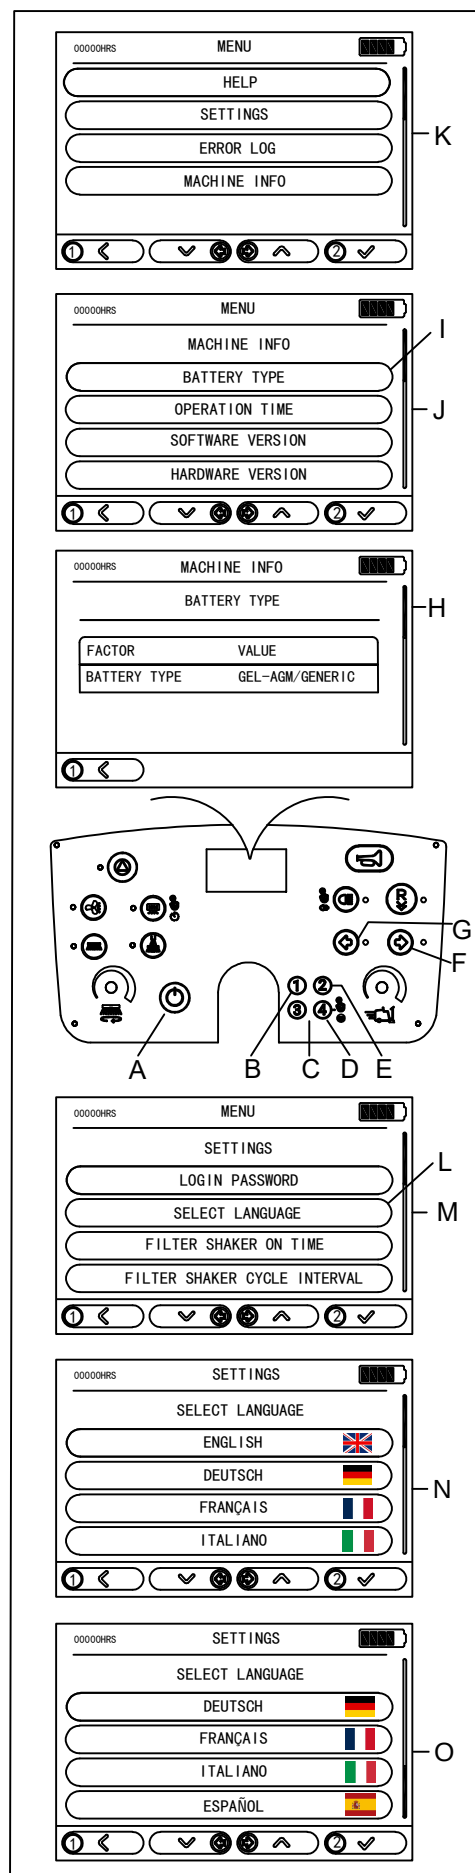
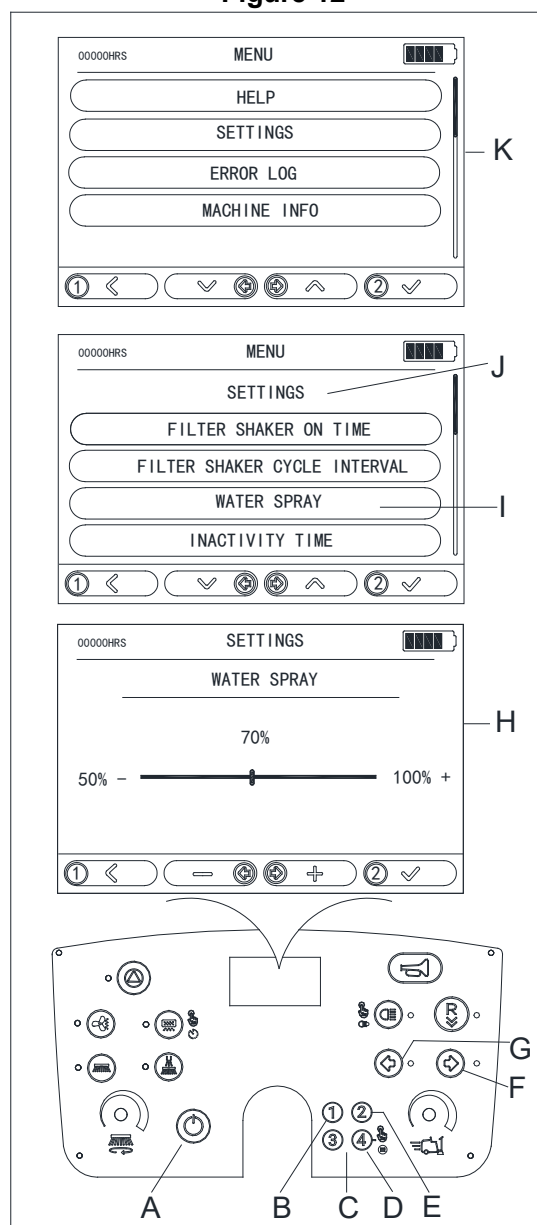

Figure6
Figure 13
1. Appuyer sur le bouton d'alimentation (A, figure 6).
2. Utiliser le clavier à 4 chiffres (C, figure 6) pour saisir le mot de passe. Le mot de passe par défaut est 1234.
3. Une fois la connexion réussie, appuyer et maintenir enfoncé le bouton ④ (D, figure 6) pendant 2 secondes pour accéder à l'interface du MENU (K, figure 6).
4. Dans l'interface du MENU, appuyer sur le bouton (B, figure 6) ① pour revenir au menu précédent, appuyer sur le bouton gauche de l'indicateur (G, figure 6) pour faire défiler vers le bas, appuyer sur le bouton droit de l'indicateur (F, figure 6) pour faire défiler vers le haut, sélectionner « INFO MACHINE », puis appuyer sur le bouton (E, figure 6) ② pour confirmer la sélection et entrer dans l'interface des INFO MACHINE (J, figure 6).
5. Dans l'interface des INFO MACHINE (J, figure 6), sélectionner TYPE DE BATTERIE (I, figure 6) pour accéder à l'interface TYPE DE BATTERIE (H, figure 6).
4. Dans l'interface du MENU, appuyer sur le bouton (B, figure 6) ① pour revenir au menu précédent, appuyer sur le bouton gauche de l'indicateur (G, figure 6) pour faire défiler vers le bas, appuyer sur le bouton droit de l'indicateur (F, figure 6) pour faire défiler vers le haut, sélectionner « PARAMÈTRES », puis appuyer sur le bouton (E, figure 6) ② pour confirmer la sélection et entrer dans l'interface des PARAMÈTRES (M, figure 6).
5. Dans l'interface PARAMÈTRES (M, figure 6), sélectionner SÉLECTIONNER LA LANGUE (L, figure 6) pour accéder à l'interface SÉLECTIONNER LA LANGUE (N, O, figure 6). Elle comprend : ANGLAIS, ALLEMAND, FRANÇAIS, ITALIEN et ESPAGNOL.
6. Appuyer sur le bouton indicateur gauche (G, figure 6) pour faire défiler vers le bas, puis sur le bouton indicateur droit (F, figure 6) pour faire défiler vers le haut, choisir la langue, puis appuyer sur le bouton ② (E, figure 6) pour appliquer le changement.
1. Appuyer sur le bouton d'alimentation (A, figure 13).
2. Utiliser le clavier à 4 chiffres (C, figure 13) pour saisir le mot de passe. Le mot de passe par défaut est 1234.
3. Une fois la connexion réussie, appuyer et maintenir enfoncé le bouton ④ (D, figure 13) pendant 2 secondes pour accéder à l'interface du MENU (K, figure 13).
4. Dans l'interface du MENU, appuyer sur le bouton (B, figure 13) ① pour revenir au menu précédent, appuyer sur le bouton gauche de l'indicateur (G, figure 13) pour faire défiler vers le bas, appuyer sur le bouton droit de l'indicateur (F, figure 13) pour faire défiler vers le haut, sélectionner « PARAMÈTRES », puis appuyer sur le bouton (E, figure 13) ② pour confirmer la sélection et entrer dans l'interface des PARAMÈTRES (J, figure 13).
5. Dans l'interface des PARAMÈTRES (J, figure 13), sélectionner la PULVÉRISATION D'EAU (I, figure 13) pour accéder à l'interface des paramètres de PULVÉRISATION D'EAU (H, figure 13).
6. Appuyer sur le bouton gauche de l'indicateur (G, figure 13) pour diminuer la vitesse de pulvérisation, appuyer sur le bouton droit de l'indicateur (F, figure 13) pour augmenter la vitesse de pulvérisation et ajuster au réglage souhaité, puis appuyer sur le bouton ② (E, Figure 6) pour mettre à jour le changement.